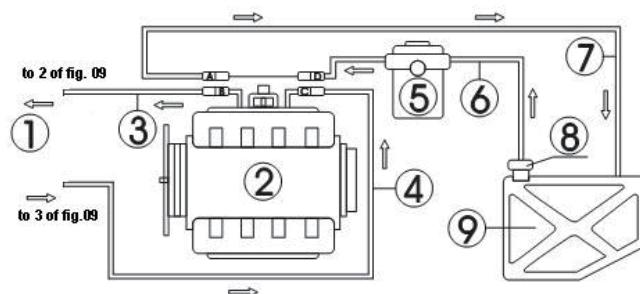

Рис.09
Соединение шлангопровода двигателя с возвратным шлангом показано на рис.09.
- Отсоедините разъемы шлангов подачи топлива (C, D) и возврата топлива (A, B) топливной системы двигателя (при отсоединении разъема оберните его полотенцем). Выберите подходящие разъемы и подсоедините их к концу В и концу С отдельно, а затем подсоедините другие концы к соответствующим возвратному и выпускному шлангам устройствам. См. рис.09.